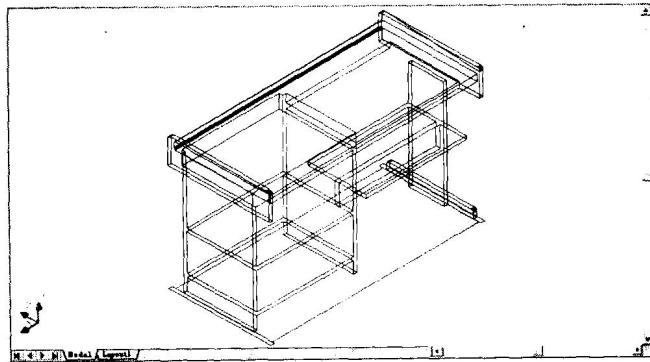

图 1.9 线框显示桌子模型
(5) 可以拖动鼠标从不同角度观察此桌子模型，按下 Esc 键退出动态观察。
(6) 单击视窗上方的 按钮，线框显示桌子模型，如图 1.9 所示。